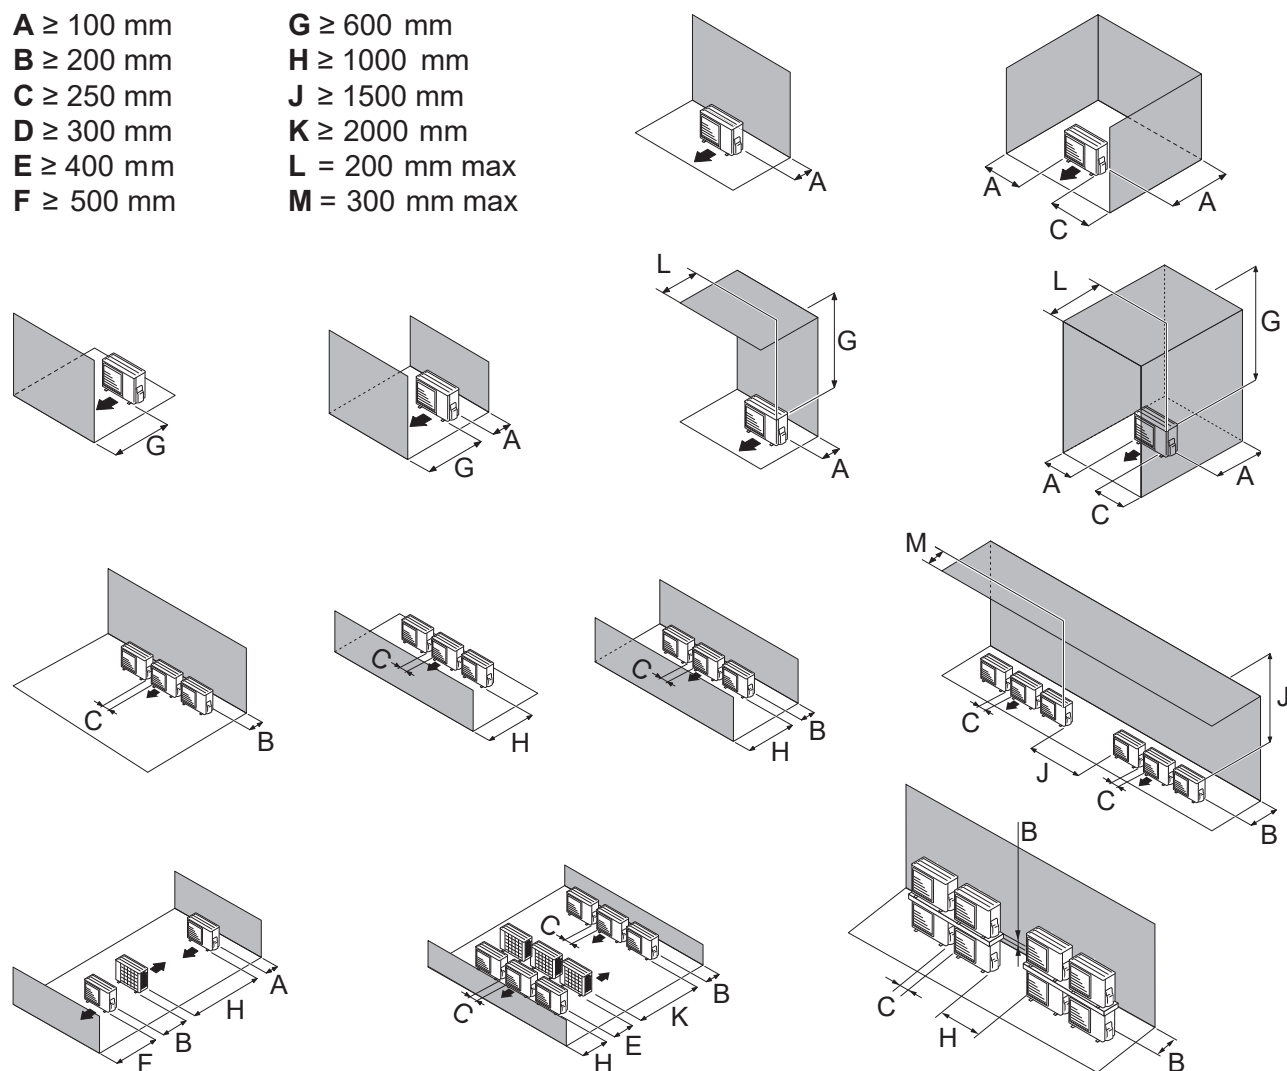
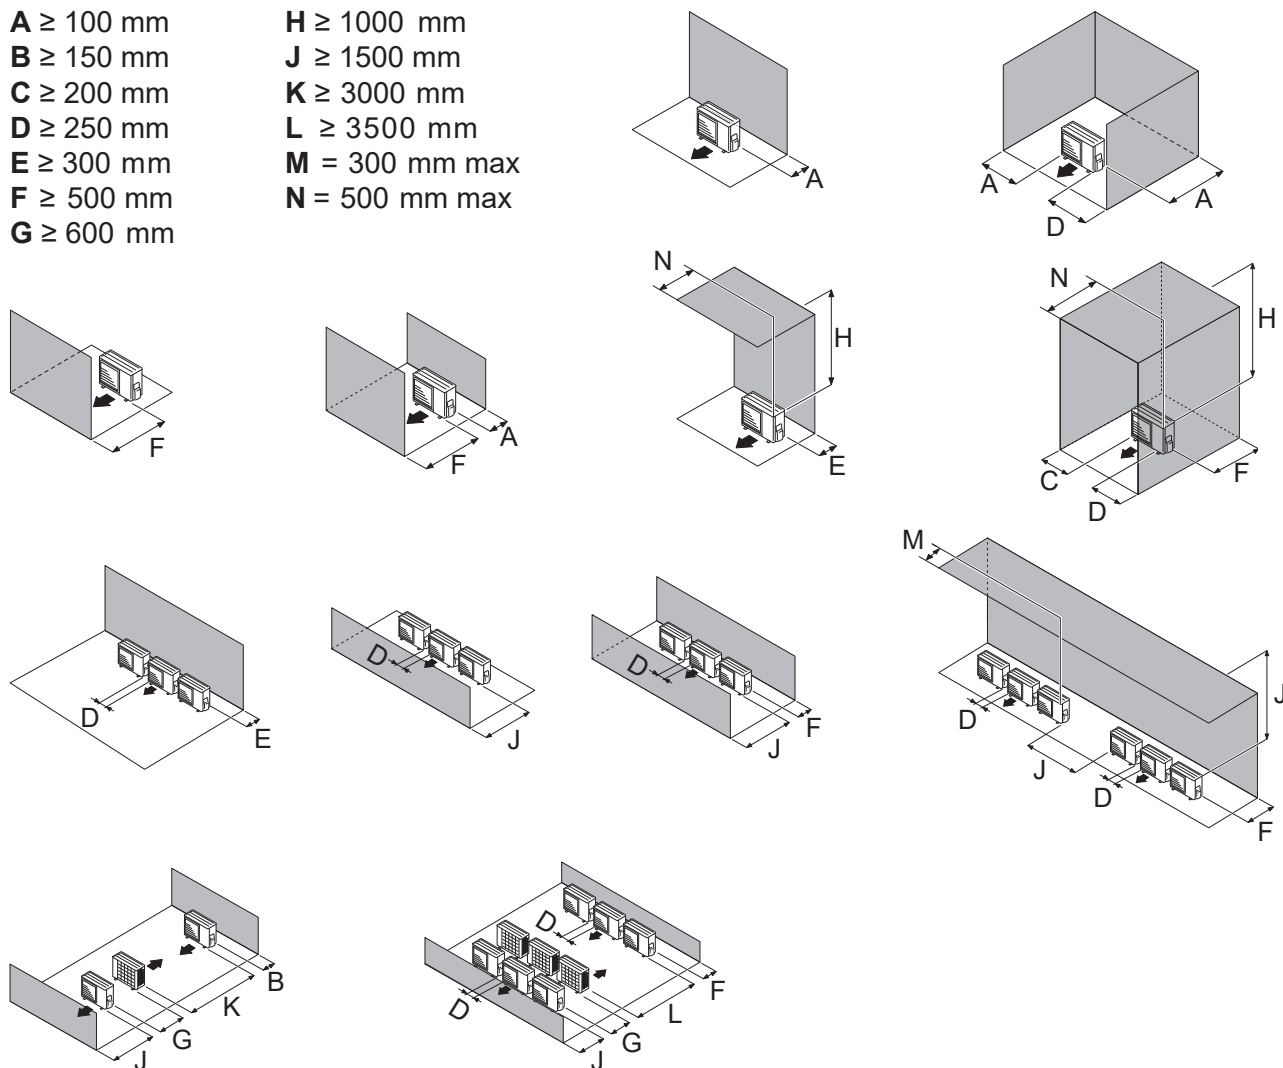

fig. 16 - Dégagements minimum d'installation autour de l'unité extérieure (modèle 5, 6 et 8)
fig. 17 - *Dégagements minimum d'installation autour de l'unité extérieure (modèle 10)*
- L'appareil doit être parfaitement accessible pour les travaux d'installation et de maintenance ultérieurs (fig. 16 et fig. 17, page 18).
- Aucun obstacle ne doit entraver la circulation de l'air à travers l'évaporateur et en sortie du ventilateur (fig. 16 et fig. 17, page 18).